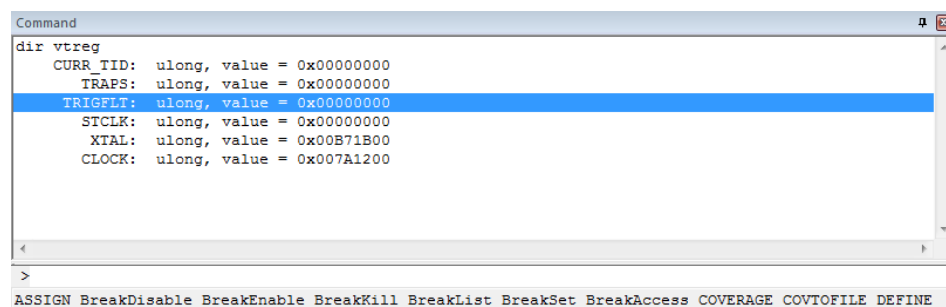
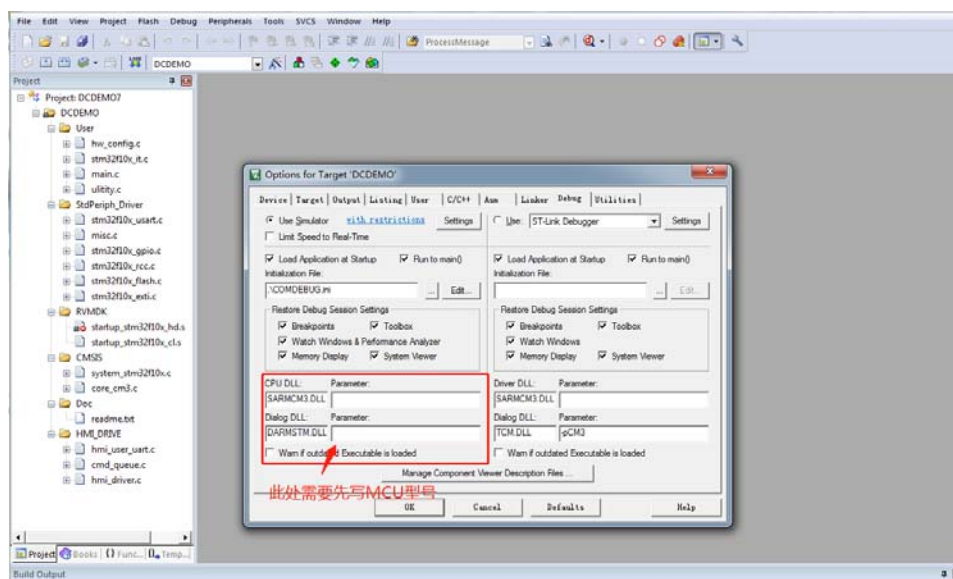

图 4-5 无串口寄存器
图 4-6 设置仿真型号
- (2) 如果显示当前无串口如图 4-5 所示，请检查是否有设置仿真 MCU，检查方法：在 KEIL 软件界面点击工具栏中“Options for Target”，并在弹窗中选择【Debug】，参数配置请参考下文第 10 页中参数介绍，如图 4-6 所示；